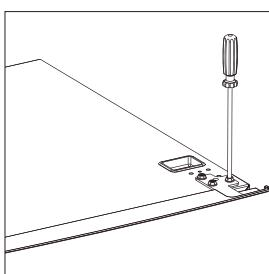

Rys. 3
- ▶ Naciśnij zaznaczoną wypustkę przy styku drzwiowym w dół, aby móc wyjąć styk drzwiowy z osłony zawiasu (1) (rys. 3).